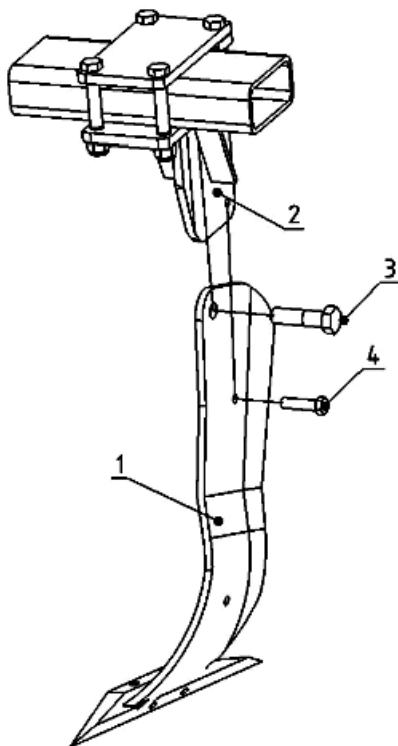
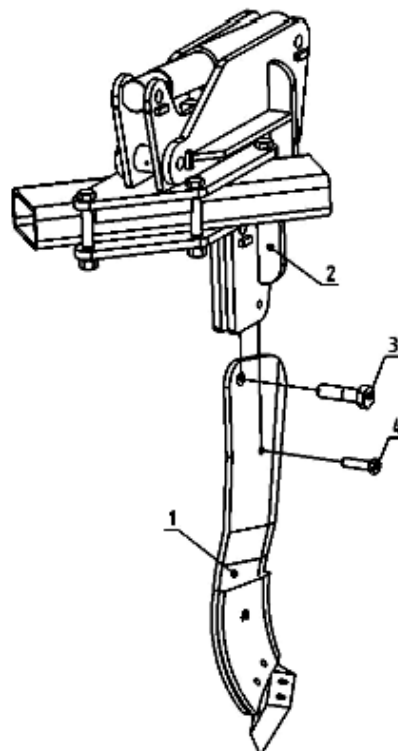

Рисунок 1.
Рисунок 2.
- Смонтируйте зубья (1) на кронштейны (2) при помощи крепежного болта (3) и срезного болта (4) – стандартная комплектация (рис. 1), в комплектации с гидравлической системой защиты «NON STOP» (рис. 2).